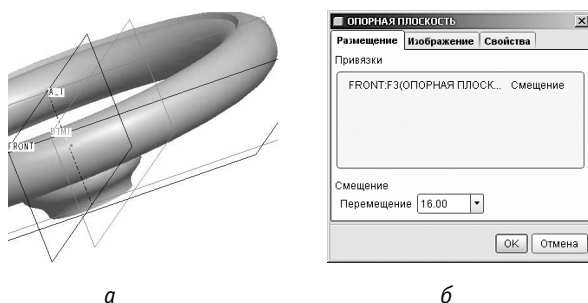

Рис. 16.129. Задание опорной плоскости DTM1
2. Для формирования перемычки между этими двумя элементами необходимо выполнить ряд вспомогательных операций, чтобы сформировать вспомогательную плоскость для определения сечения перемычки. С этой целью вначале создадим  две опорные плоскости, DTM1 и DTM2, параллельные базовой плоскости Front и отстоящие от нее соответственно на 16 (рис. 16.129 а, б) и 65 мм.